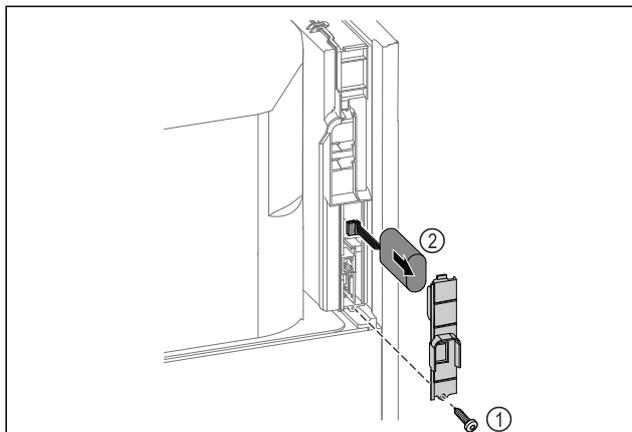

Fig. 222
- ▶ Dévisser la vis et retirer le couvercle situé à l'arrière de l'appareil Fig. 222 (1).
- ▶ Débrancher et retirer la batterie Fig. 222 (2).